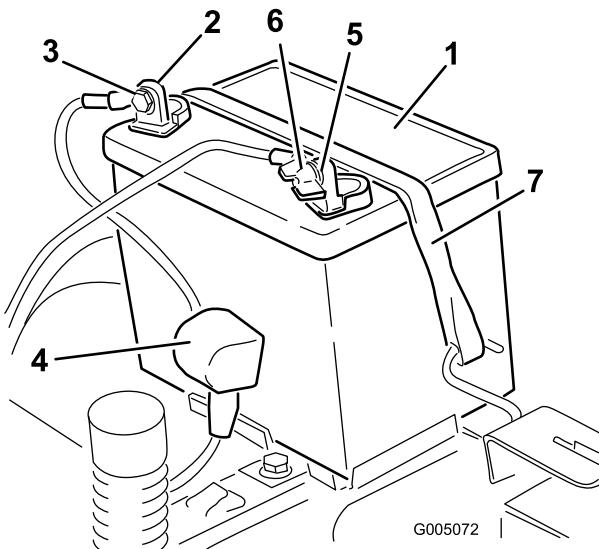

Figure 35
4. Débranchez le câble négatif (noir) de mise à la masse de la borne de la batterie (Figure 35). Conservez toutes les fixations.
5. Repoussez le capuchon en caoutchouc sur le câble positif (rouge). Débranchez le câble positif (rouge) de la borne de la batterie (Figure 35). Conservez toutes les fixations.
6. Enlevez la sangle de maintien de la batterie (Figure 35) et ôtez la batterie de son support.
1. Placez la batterie dans son support (Figure 35).
5. Fixez la batterie en place à l'aide de la sangle de maintien (Figure 35).